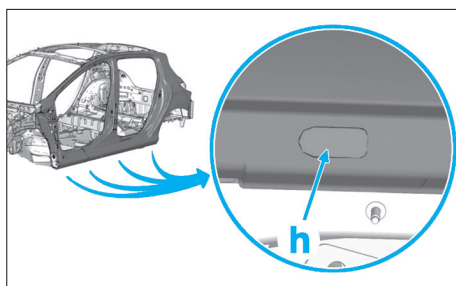

FIG. 61
- Veiller à ne pas obstruer les soyages zones (h) du bas de caisse (Fig.61).